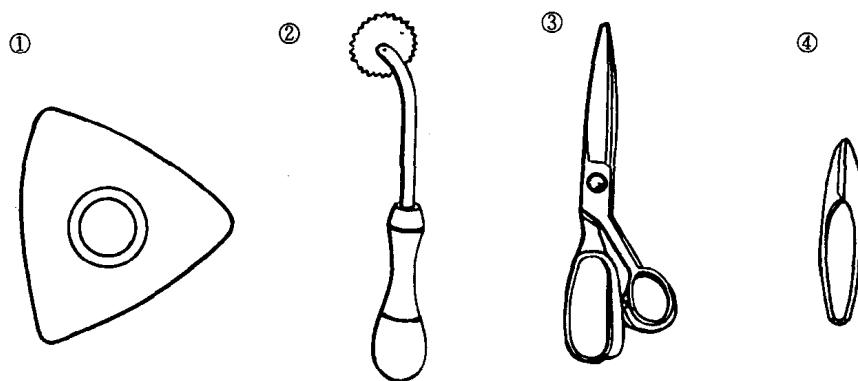

图1-2
在衣料上划裁剪线或在缝制衣服的过程中划线、做记号使用的粉片,有白、黄、绿、蓝、紫、褐等多种颜色(见图 1-2①)。
把裁剪图中的某一部分描绘在另外一张纸上时所使用的工具,由齿轮、连接杆和手柄三部分组成。把空白纸铺在裁剪图下,捏住手柄,转动齿轮,铺在下层的纸上就会出现由若干个点形成的线迹,因此叫做点线器。在布上做记号时也可以使用(见图 1-2②)。
专门用于裁剪布料的剪刀(见图1-2③)。常用的有9号、10号、11号、12号，长度在24至30厘米之间。号越小剪刀越小，反之越大，可根据手的大小和衣料的厚薄来选择适当的剪刀。其中11号最为常用，既可用它裁薄料，如美丽绸、丝绸等，也可裁厚料，如灯芯绒、大衣呢等。
剪线头及细小部位时使用的剪刀(见图1-2④)。